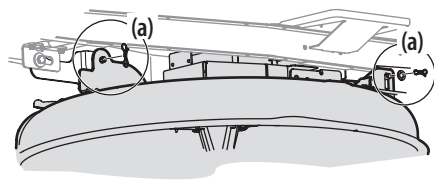

Figure 32
5. Enlevez les goupilles papillon (a) qui maintiennent le plateau de coupe sur l'appareil, comme à la Figure 32.